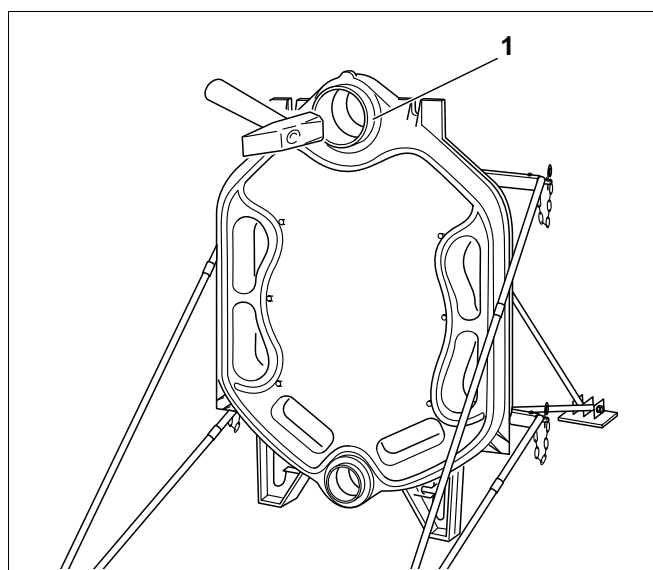

Fig. 9
- Sæt niplerne lige ind i den øverste (gr. 4, 181/70) og i den nederste (gr. 2, 119/50) nippelgang i bagelementet, og slå dem i på kryds med kraftige hammerslag. Den øverste nippel (Fig. 9, **pos. 1**) bør stikke ca. 43 mm og den nederste nippel ca. 32 mm ud af den pågældende nippelgang, når de er slået i.